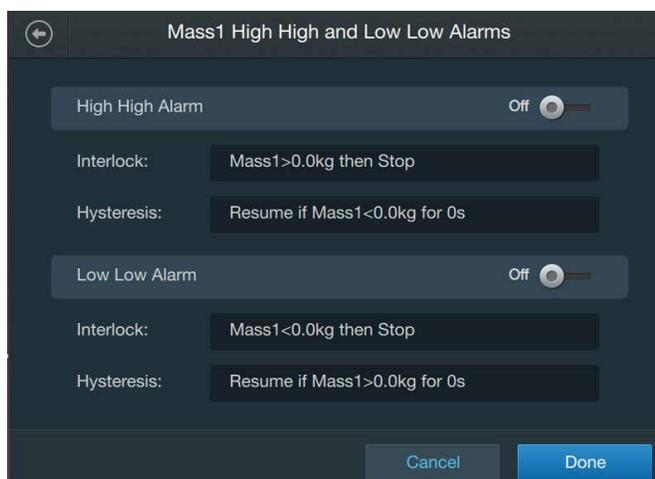

Abbildung 3.23. Bildschirm „High High and Low Low Alarms“ (Zweiter Maximal- und Minimalwertalarm).
8. Im daraufhin angezeigten Bildschirm (Abbildung 3.23) gibt es jeweils getrennte Bereiche für den „High High Alarm“ (Zweiter Maximalwertalarm) und den „Low Low Alarm“ (Zweiter Minimalwertalarm). Um einen Alarm zu konfigurieren, schieben Sie den entsprechenden Schalter im jeweiligen Bereich auf „On“ (Aktivieren).